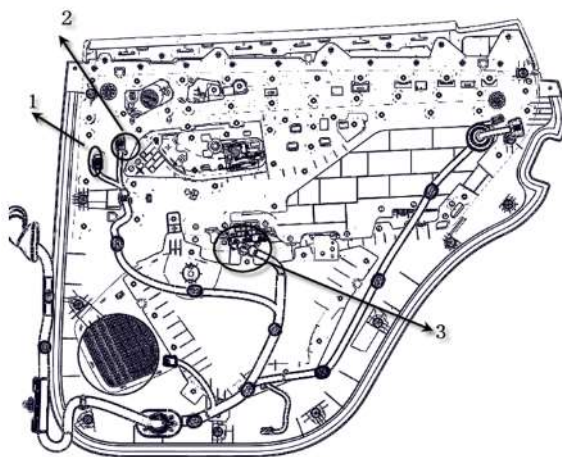

图9-1-7线束分支接插件位置示意图
(7) 如图9-1-7, 分别按住高音扬声器(1)、氛围灯接插件(2)、玻璃升降开关组(3)的卡脚, 同时用力向外把线束接插件拔下, 再将各线束分支在门板背面固定的卡扣从门板上拔出。